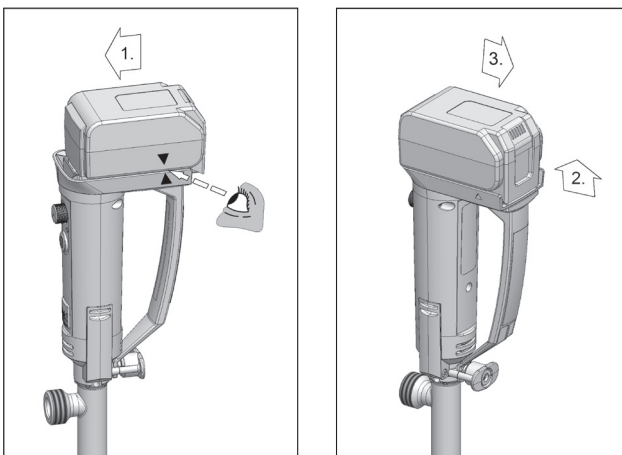

Fig. 6: Motor B2 Battery - inbouw/uitbouw van de accu
- ▶ Accu in de motor B2 Battery plaatsen, hierbij letten op de markering (→ Fig. 6, Pos. 1).
- ▶ Om de accu te verwijderen, eerst de sluitingen indrukken om daarna de accu los te maken (→ Fig. 6, Pos. 2).
- Accu daarna eruit schuiven (→ Fig. 6, Pos. 3).